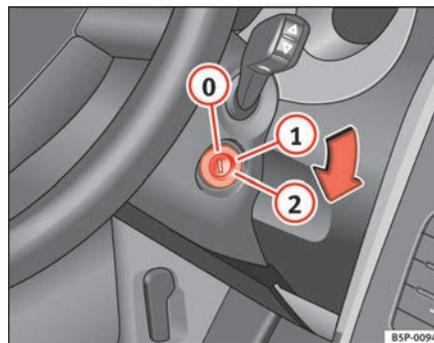

Fig. 116 Posiciones de la llave de contacto
En esta posición ⇒ fig. 116 el encendido y el motor están desconectados pudiéndose bloquear la dirección.
- Gire la llave de contacto hasta la posición ⇒ página 162, fig. 116 . El testigo  se encenderá en caso de precalentamiento del motor.
- Gire la llave de contacto a la posición ⇒ página 162, fig. 116 .